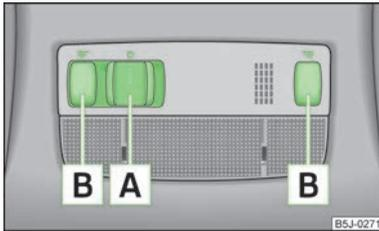

Abb. 26
- Den Schalter **A** » Abb. 26 zur Mitte der Leuchte drücken, es erscheint das Symbol ☞ .
- Den Schalter **A** » Abb. 26 zum Rand der Leuchte drücken, es erscheint das Symbol ☞ .
- Den Schalter **A** » Abb. 26 in die Mittelstellung **O** drücken.
- Den Schalter **B** » Abb. 26 drücken, um die rechte oder linke Leseleuchte ein- bzw. auszuschalten.